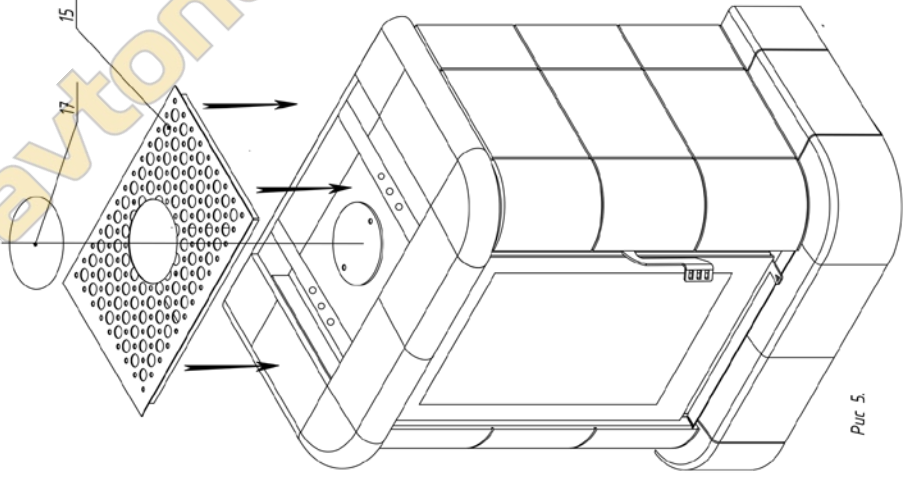

Рис. 5
6. Декоративная крышка 15 и заглушка крышки 17 устанавливаются на верхнюю панель 6 (Рис. 5)